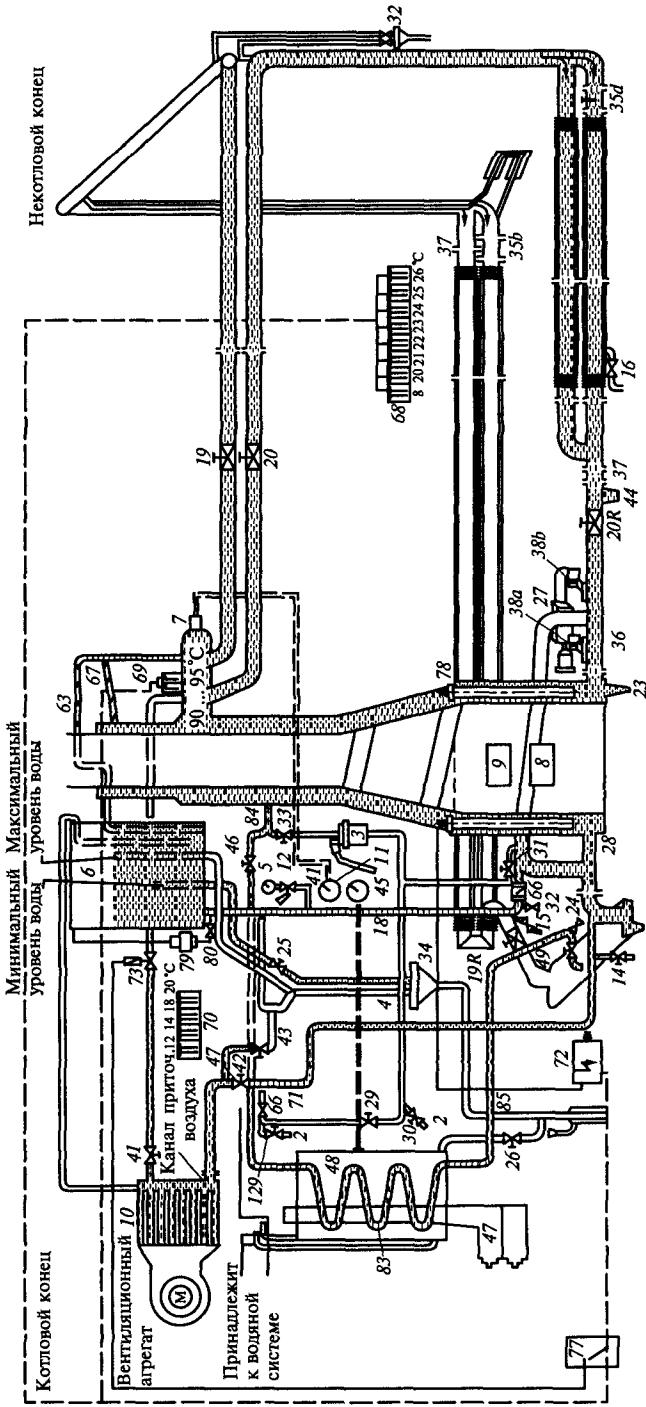

Рис. 3.13. Схема системы отопления купейного вагона постройки Германии (нумерация оборудования соответствует принятой в документации завода-изготовителя):
Данная система принципиально не отличается от системы отопления вагонов постройки ТВЗ, но имеет конструктивные особенности. В систему входят (рис. 3.13) котел 1, водяной калорифер 10, отопительные трубы, циркуляционный 27 и ручной 3 насосы, а также различные регулирующие устройства (вентили, реле перевода и т. д.). Объем воды в системе около 860 л. Нагретая в котле вода поднимается вверх (вследствие снижения ее плотности) и попадает в разводящие трубы, а из них в отопительные. В отопительных трубах вода отдает свою теплоту воздуху в вагоне, при охлаждении плотность ее увеличивается, что приводит к обратному движению воды в котел. Таким образом, благодаря различию плотности воды в котле и отопительных трубах происходит постоянная циркуляция воды в системе отопления. Для более быстрого подогрева воды ее циркуляция в системе отопления может быть
- встроенное в подающий трубопровод непосредственно за водоотводящим патрубком котла отопления реле перегрева 69 (см. рис. 3.13), отключающее ТЭНЫ при температуре воды 95 °C;
Кроме того, к устройствам регулирования отопления относятся распределительное устройство в электрическом шкафу 77 служебного отделения, вентилятор калорифера 10 и магнитный вентиль 73 (см. рис. 3.13).